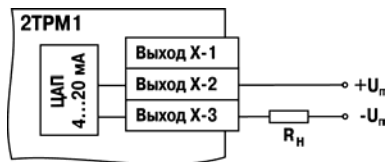

Рис. 3.15
**Формирователь токового сигнала (выход И)** преобразует на активной нагрузке Rн значение на выходе ЛУ в токовый сигнал 4...20 мА (см. рис. 3.15).